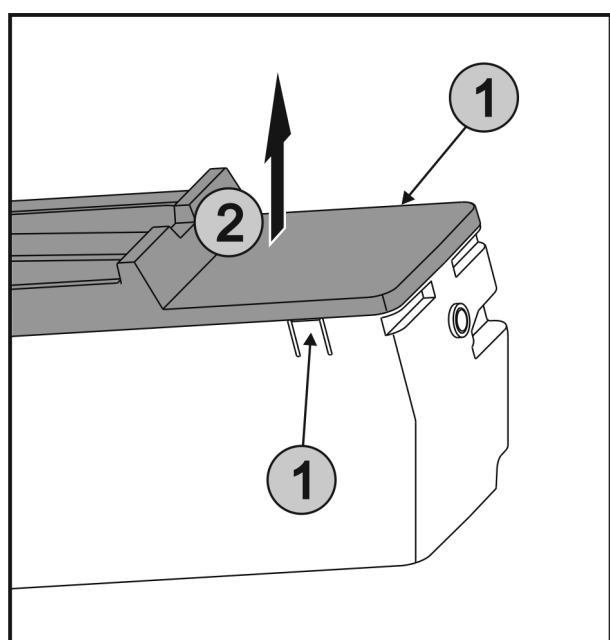

Fig. 81
- ▶ Tryck samtidigt på flikarna Fig. 81 (1) på båda sidorna av EasyTwist-Ice och ta ut täcklocket Fig. 81 (2) uppåt.